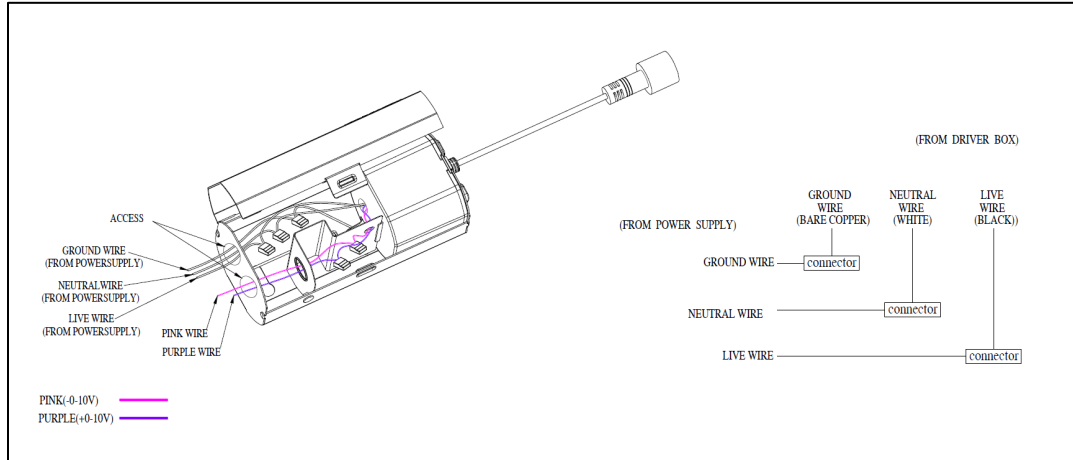

Figura 10
3. Abra la tapa de la caja del controlador remoto. Empuje y retire los orificios ciegos apropiados en la placa lateral para adaptarse al tipo de suministro eléctrico que se utiliza. Ubique los cables de alimentación de la caja del controlador remoto y conéctelos a la fuente de alimentación mediante conectores de inserción (incluidos). Conecte el cable negro al cable vivo, el cable blanco al cable neutro y el cable a tierra de cobre a tierra (como se muestra en la Figura 10) y asegúrelo usando un conector de inserción; El cable rosa y morado solo se aplica a la atenuación de 0-10 V del dispositivo MVOLT. Cierra la tapa de la caja.